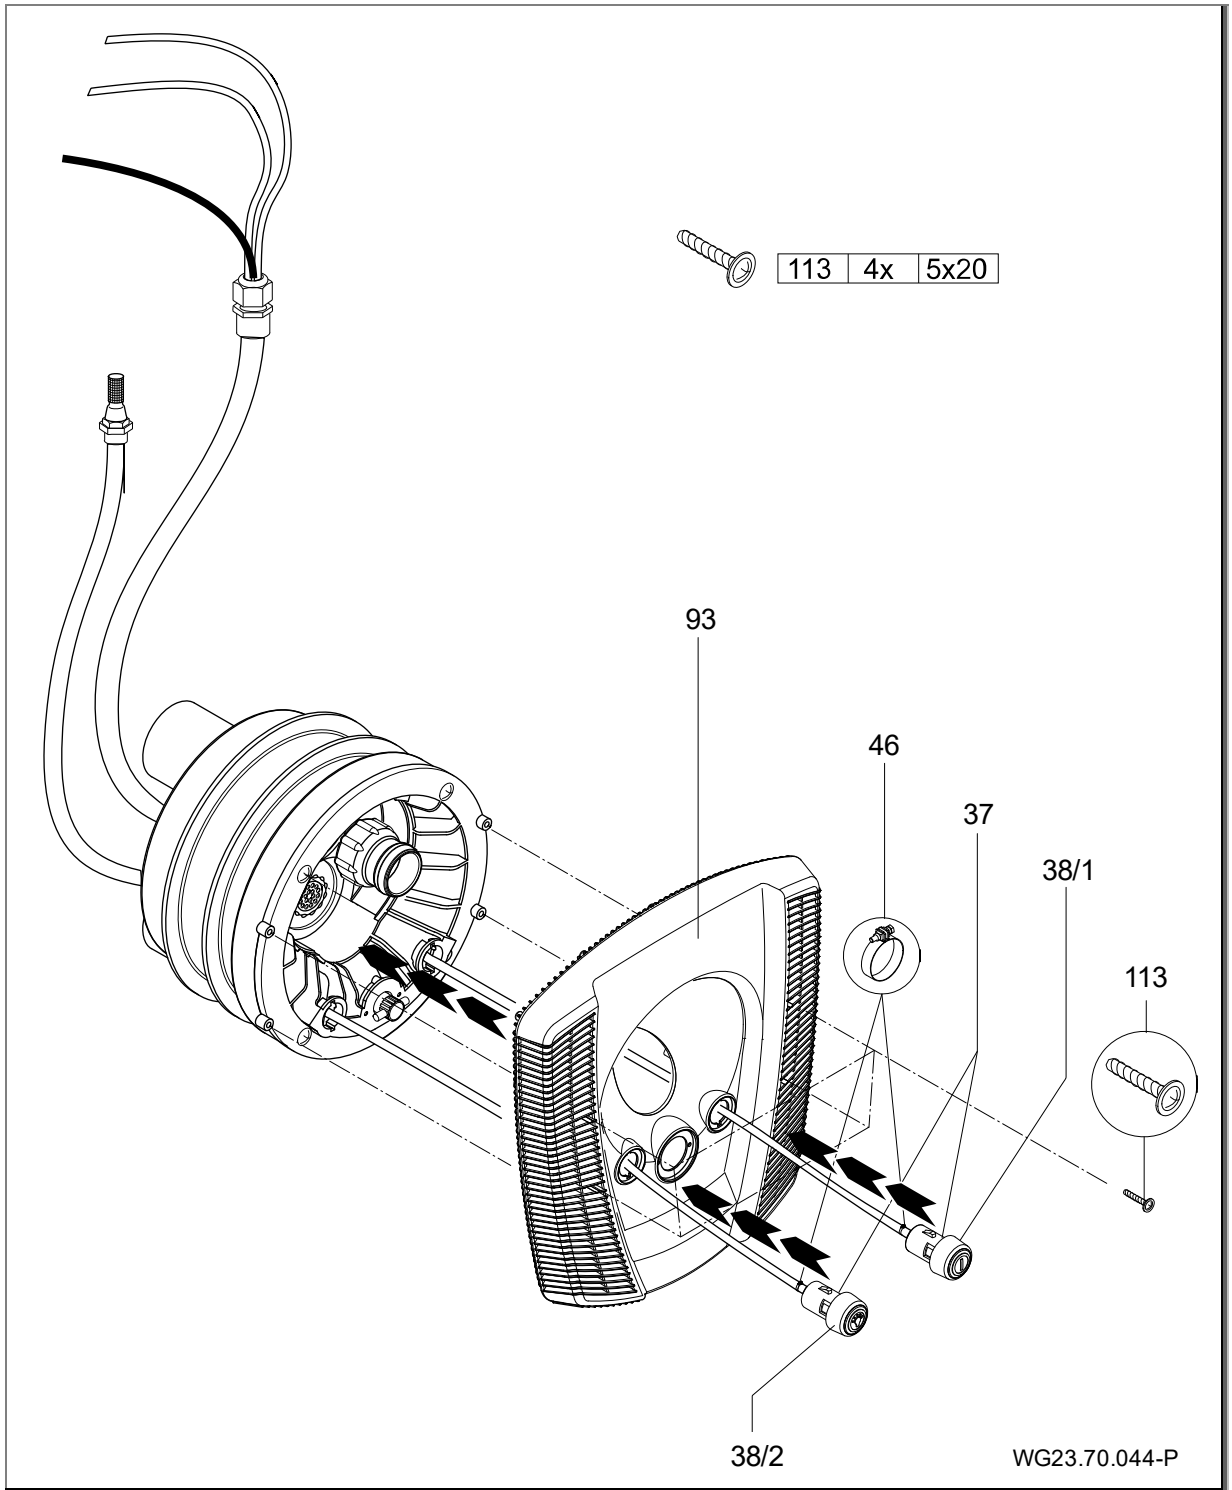

Abb. 18
6. Pneumatikschläuche durch die Öffnung in der Blende (93) führen; Licht EIN/AUS links; Pumpe EIN/AUS rechts; und an den entsprechenden Tastern mit den Schlauchklemmen (46) befestigen. (Abb. 18)